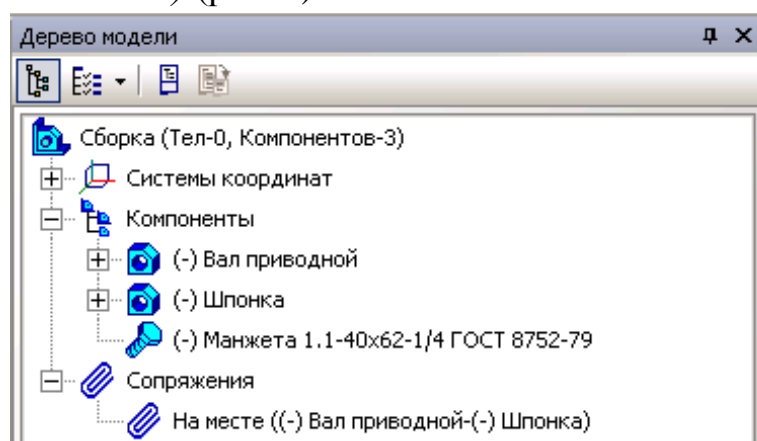

Рис. 5
13. Проверьте в Дереве построения, что в группе **Сопряжения** появилась строка *На месте (Вал_приводной - Шпонка)* (рис. 5).